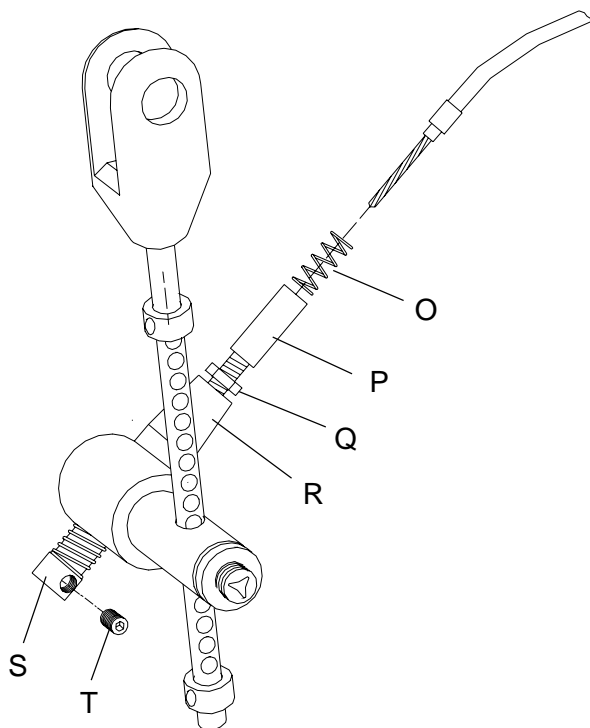

fig. 8
Sitstippling / tipplås, se fig. 8.
1. Se till att muttern (Q) fig. 8 är lös och att ställhylsan (P) är utskruvad 1-2 mm från max inskruvat läge.
2. För in vajern genom fjädern (O) fig. 8, vidare genom ställskruven (P) i hylsan (R) och ut genom låstappen (S). **Notera: Fjädern (O) medföljer satsen, den gamla fjädern kasseras.**